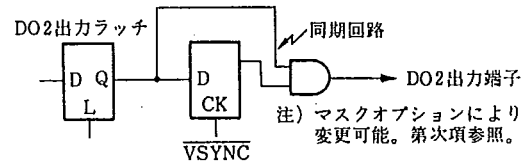

図 7
MN1227A, MN1257C には、4ビットのラッチ付出力があり、DO0~DO3に書き込まれたデータが出力されます。電源投入時には DO0~DO3 は不定です。ただし、MN1227A の DO2端子は  $\overline{VSYNC}$  と同期しています(図7)が、MN1257C は同期していません。
(1)-1 MN1227A:  $\overline{VSYNC}$  同期出力モード(図7参照)